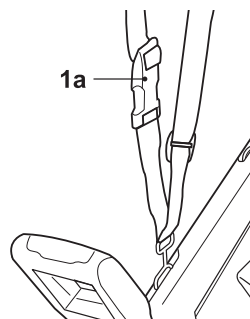

Fig. 9
- > Anexe o arnês a tiracolo (1) na parte superior do motor (Fig.9)
- > Para libertar a o arnês a tiracolo (1), abra a fivela (1a) (Fig. 9).